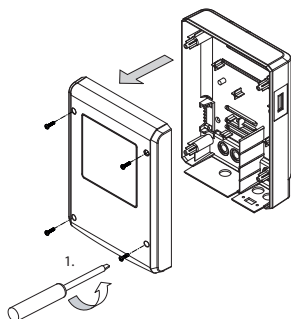

Abb. 1
- Nehmen Sie das Gehäuseoberteil ab. Dazu lösen Sie die 4 Schrauben komplett und ziehen das Oberteil ab. (Abb. 1).